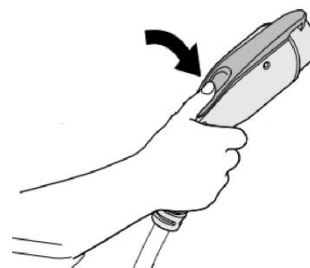

Abb.6-7 Ladestecker entnehmen
- b) Nehmen Sie den Ladeadapter aus dem Halter wie in Abb. 6-7.